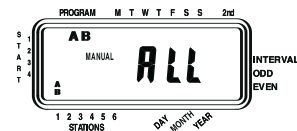

Ilustración 10: Riego semiautomático para las estaciones asignadas a los programas A y B
- Haga girar el dial a **AUTO**, luego oprima la tecla **MANUAL**. La pantalla mostrará "AB", "MANUAL" y "TODAS" aparecerá intermitente [vea la ilustración 10]. Esto indica que todas las seis (o doce) estaciones en los programas A y B regarán de una manera semiautomática durante los períodos asignados en secuencia.